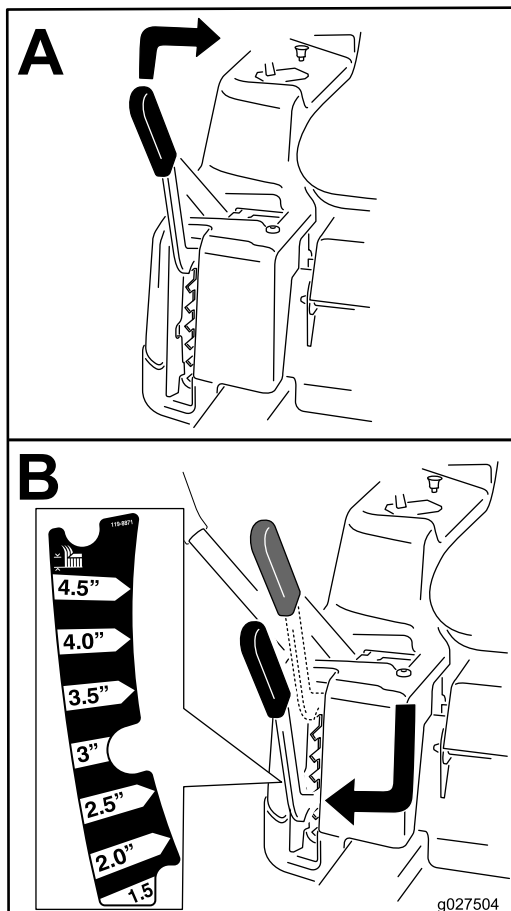

Figure 19
**Remarque:** La position de transport est la position de hauteur de coupe la plus élevée ou la hauteur de coupe de 4.5" (115 mm) (Figure 19).
La hauteur de coupe est réglée par le levier situé à droite de la position de conduite (Figure 19).